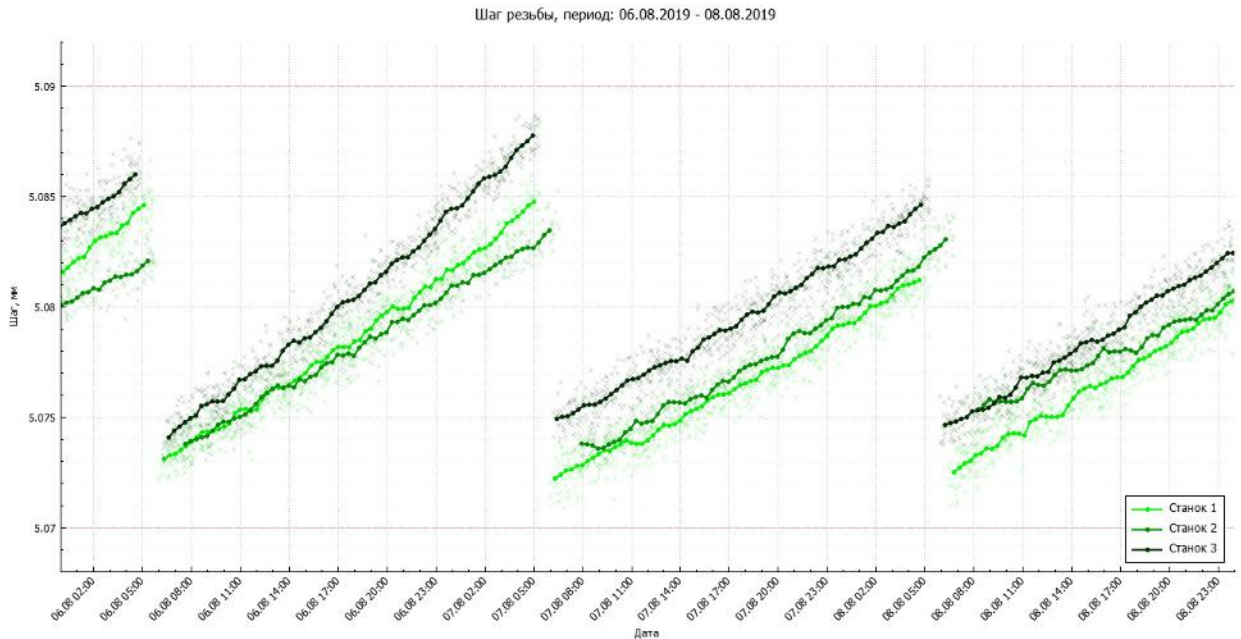

Рисунок 3. 7. Графический объект с установленными максимальными и минимальными значениями показателей.
- Мин. значение – нижний предел оси значений (рисунок 3. 7).